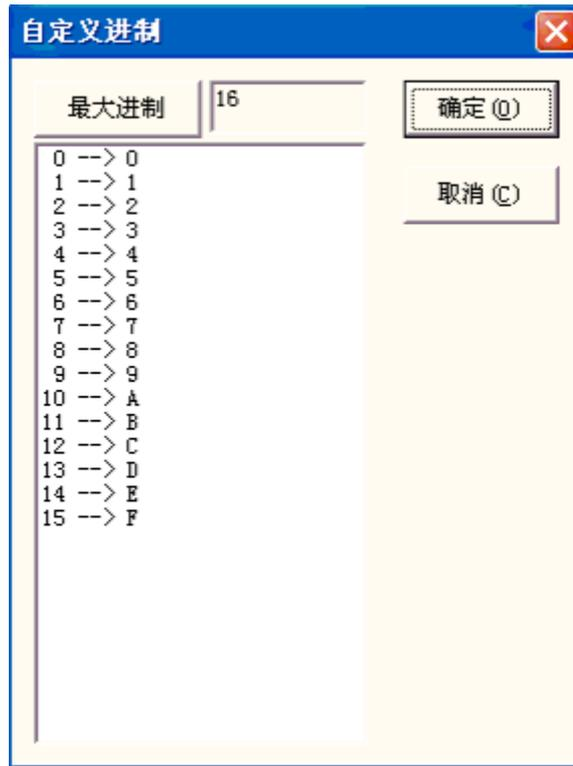

图 4-39
**模式:** 指当前序列号的进制模式, 可根据需要自行选择。Dec 是指序列号按十进制进位, 有效字符为“0—9”。HEX 是指序列号按大写十六进制进位, 有效字符为“A—F”。hex 是指序列号按小写十六进制进位, 有效字符为“a—f”。Userdefine 是指序列号按用户自己定义的进制进位, 选择此项后, 点击设置系统会弹出如下图 4-39 所示对话框, 用户可以定义 2—64 之间的任意进制, 用户只需要定义最大进制数, 然后修改每个序号对应的文本就可以。